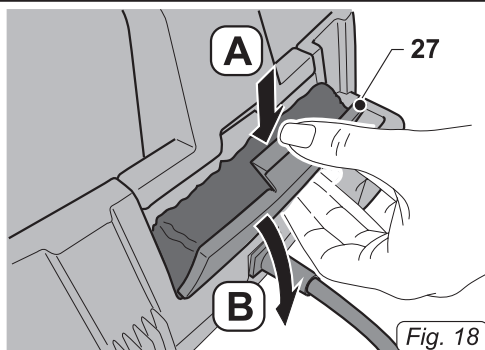

Fig. 18
- Lösen Sie die Klappe (27 Abb. 18), indem Sie sie nach unten „A“ drücken und dann öffnen „B“.